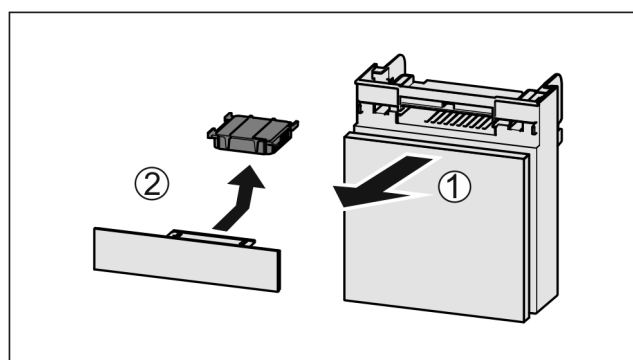

Fig. 145
- Fach nach vorne herausziehen Fig. 145 (1).
- Aktivkohlefilter entnehmen Fig. 145 (2).